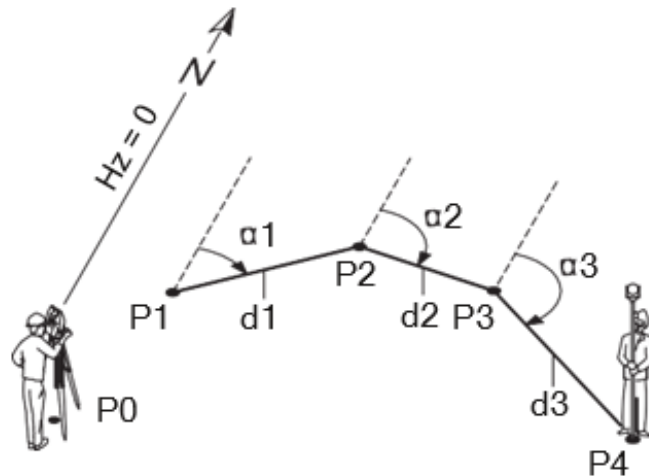

Рис. 4.32. Полігональний спосіб: P0 – точка стояння;
– полігональний: P1-P2, P2-P3, P3-P4 (рис. 4.32);